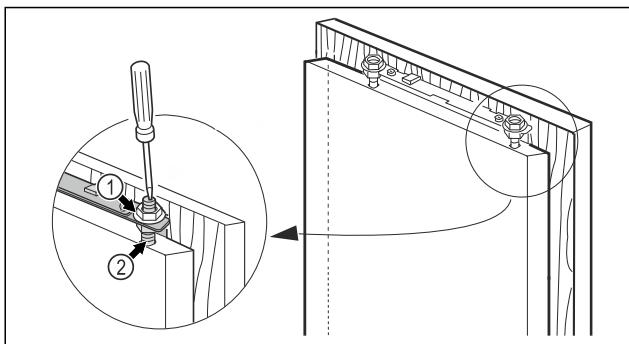

Fig. 49
- ▶ Prtegnite protumatice Fig. 49 (1) imbus ključem veličine 13, pritom odvijačem pridržavajte svornjak za namještanje Fig. 49 (2).